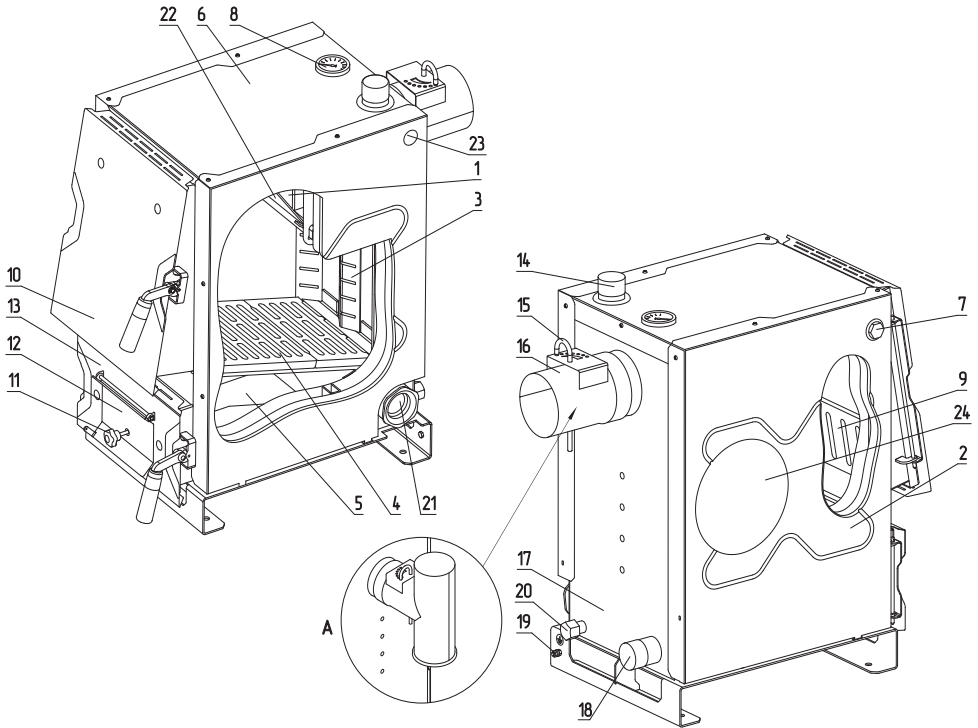

Рис. 1 Устройство котла ZOTA Master-X
- Эксплуатировать котел без установленного зольного ящика (**Рис. 1, поз. 5**);
- Эксплуатировать котел без установленной шуровочной решетки (**Рис. 1, поз. 9**);